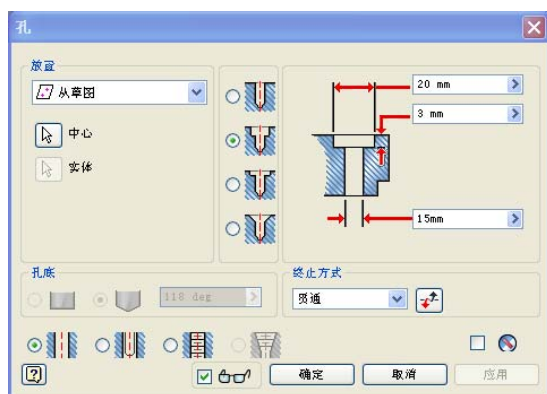

图 7-35 孔示意图
②单击【草图】标签上的【完成草图】工具按钮, 退出草图环境，进入零件特征环境。单击【三维模型】标签栏【修改】面板上的【打孔】工具按钮, 打开“孔”对话框，草图上的 4 个点被自动选中作为孔的孔心，设置孔的类型如图 7-35 所示。